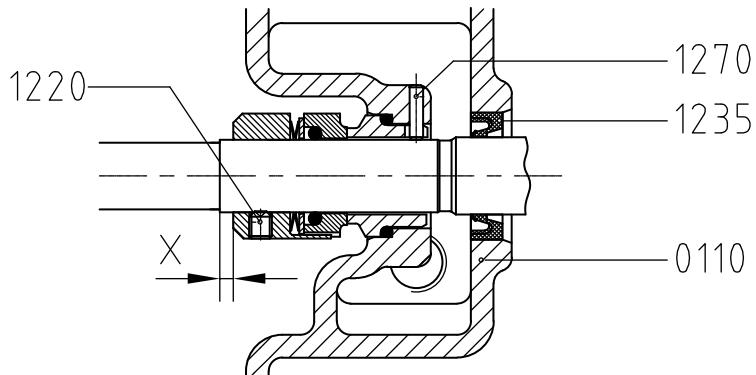

Рисунок 15: Регулировка механического уплотнения M7N.
- 6 Отрегулируйте вращающуюся часть механического уплотнения до расстояния X (см. рисунок 15 и соответствующую таблицу) и зафиксируйте его, затянув установочный винт (1220).